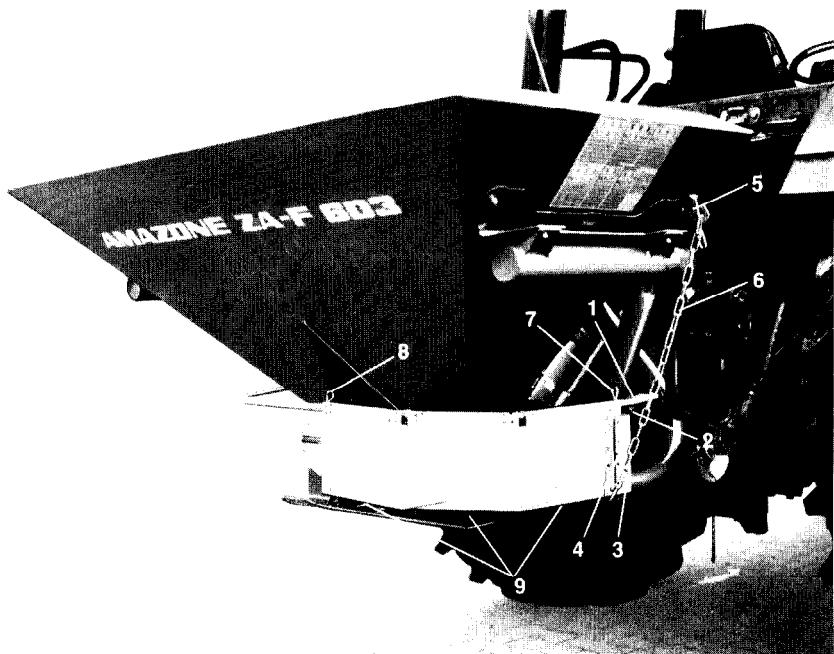
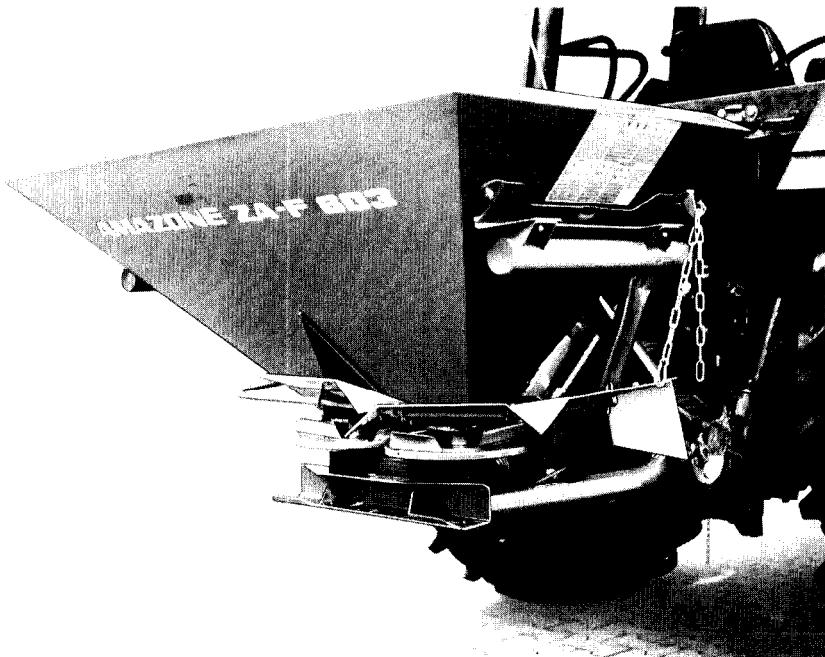

Fig.1
Fig. 2
1. Den Bügel (Fig. 1/1) der vormontierten Grenzstreuvorrichtung mit Hilfe der mitgelieferten Schrauben (Fig. 1/2) in **waagerechter Stellung** an dem Streuer befestigen. Die Schrauben (Fig. 1/2) fest anziehen!
Es müssen zusätzlich die mitgelieferten Halter (links und rechts) an den senkrechten Rahmenrohren so angeschraubt werden, daß der Bügel (Fig. 1/1) von der Unterkante der Maschine einen Abstand von 300 mm hat.
2. Das Prallblech (Fig. 1/3) mit der Schraube (Fig. 1/4) je nach gewünschter Richtung links oder rechts anbringen.
3. Haken (Fig. 1/5) links und rechts oben an der Maschine anbringen und Kette (Fig. 1/6) einhängen.
4. Falls die Grenzstreuvorrichtung an der Gegenseite in Funktion gebracht werden soll, müssen die Federvorstecker (Fig. 1/7 und 1/8) abgenommen werden. Die Bleche (Fig. 1/9) nach oben schwenken und verschieben und in umgekehrter Weise einfächeren. Das Prallblech (Fig. 1/3) an der Gegenseite befestigen.
5. Während des Grenzstreuens müssen die Bleche (Fig. 1/9) in der Stellung laut Fig. 1 nach unten hängen. Bei normaler Streuarbeit werden die Bleche (Fig. 1/9) mit der Kette (Fig. 1/6) möglichst weit nach oben geschwenkt, wie aus Fig. 2 ersichtlich.
1. Fixer **horizontalement** à l'épandeur, le porte-déflecteur en forme de U (Fig. 1/1) au moyen des vis (Fig. 1/2) jointes. Bien serrer les vis (Fig. 1/2).
Vérifier que les supports (gauche et droit) livrés avec la machine sont montés sur le cadre tubulaire vertical de façon que le châssis-glissière (fig. 1/1) soit à une distance de 300 mm du rebord inférieur de la machine.
2. La tôle de commande (Fig. 1/3) du déflecteur avec les vis (Fig. 1/4) peut être montée à droite ou à gauche de l'appareil.
3. Monter les crochets (Fig. 1/5) à droite et à gauche de l'épandeur et accrocher la chaîne (Fig. 1/6).
4. Au cas où le déflecteur de bordure doit être changé de côté, ôter d'abord les deux goupilles rapides (Fig. 1/7 et 1/8). Les tôles déflectrices (Fig. 1/9) doivent ensuite être relevées vers le haut, poussées vers le côté opposé et fixées à nouveau au moyen des 2 goupilles rapides. La tôle de commande (Fig. 1/3) doit enfin être fixée sur le côté opposé.
5. Durant les travaux d'épandage à largeur limitée, les tôles déflectrices (Fig. 1/9) doivent être positionnées conformément à la Fig. 1. Lors de travaux d'épandage sur la largeur complète, les tôles déflectrices (Fig. 1/9) doivent être relevées aussi haut que possible à l'aide de la chaîne (Fig. 1/6), comme illustré Fig. 2.
1. Bolt the slide frame (Fig. 1/1) of the preassembled boundary spread limiter in **level position** to the brackets provided at the broadcaster with the bolts supplied (Fig. 1/2) which have to be tightened firmly!
It is necessary to bolt the supplied l.h. and r.h. brackets to the vertical frame tubes in such a manner that the slide frame (Fig. 1/1) stands 300 mm above the lower edge of the machine.
2. Mount the deflector (Fig. 1/3) to the required right- or left-hand side and fix it there by the bolt (Fig. 1/4).
3. Bolt the hooks (Fig. 1/5) to the right and left upper hopper edge and hang-in chain (Fig. 1/6).
4. If the boundary spread limiter has to be brought into function on the opposite side, remove the spring clip pins (Fig. 1/7 and 1/8), swing the deflectors (Fig. 1/9) upwards and slide them sideways by bringing them in contrary fan order. Bolt the deflector (Fig. 1/3) to the opposite side.
5. During the boundary spreading operation the deflectors (Fig. 1/9) must be hanging downwards according to Fig. 1. For normal spreading raise the deflectors (Fig. 1/9) by the chain (Fig. 1/6) as far as possible as illustrated in Fig. 2.